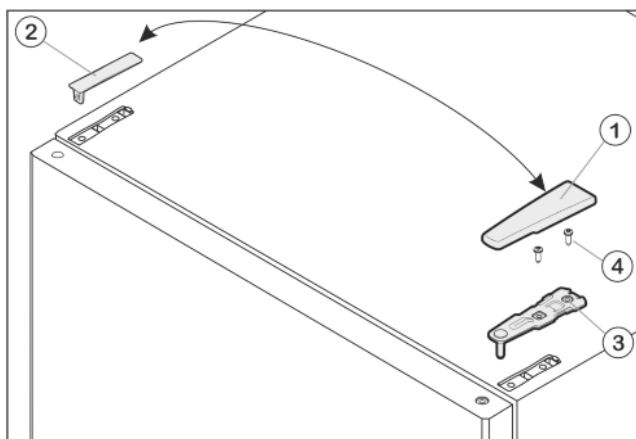

Fig. 7
- Kryt Fig. 7 (1) stáhněte dopředu a nahoru.
- Kryt Fig. 7 (2) zvedněte.
- Horní stojan ložiska Fig. 7 (3) odšroubujte (2 krát Torx® 25) Fig. 7 (4) a stáhněte nahoru.
- Horní stojan ložiska *Fig. 7 (3)* vložte na nové straně závěsu do dvířek.
- Horní stojan ložiska přišroubujte (s 4 Nm) (2krát Torx® 25) *Fig. 7 (4)*. Díry pro šrouby případně předem propíchněte nebo použijte akumulátorový šroubovák.
- Kryt *Fig. 7 (1)* a kryt *Fig. 7 (2)* vždy na opačné straně zvenku nasadte a zaklesněte.